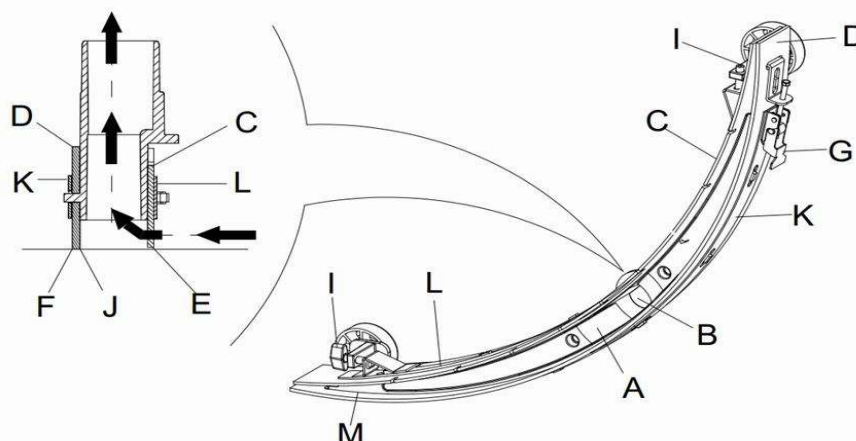

Figura 10
2. Premere l'interruttore (38) in posizione "O" per spegnere l'apparecchio.
3. Svitare il pomo di fissaggio (16) del tergipavimento; staccare il connettore che collega il tubo di drenaggio del tergipavimento, e staccare il tergipavimento.
4. Usare la manopola di sollevamento del tergipavimento (14) per sollevare il telaio di supporto del tergipavimento.
5. Pulire il tergipavimento (**Figura 10**). Pulire in particolare la scanalatura (**A, Figura 10**) e rimuovere sporcizia e frammenti dal tubo di aspirazione. Verificare che la lama frontale del tergipavimento (C) e la lama posteriore del tergipavimento (D) siano intatte, e se ci sono bordi incrinati o fessure. Cambiarli se necessario (fare riferimento ai passi nella sezione successiva).
1. Seguire le modalità riportate nella sezione precedente per pulire il tergipavimento (**Figura 10**).
2. Verificare il bordo (**E, Figura 10**) della lama frontale del tergipavimento e il bordo (F) della lama posteriore del tergipavimento (D). Lungo l'intera lunghezza, dovrebbero essere allo stesso livello. Altrimenti, regolarne le altezze attraverso la seguente procedura.
- Aprire il gancio (G) per far sì che la lama posteriore (D) si stacchi dal supporto (M) per la regolazione della posizione del tergipavimento. Quindi bloccare di nuovo il gancio.
- Allentare la manopola (I) per regolare la lama anteriore (C); stringerla dopo la regolazione.
3. Verificare se la lama frontale (C) e la lama posteriore del tergipavimento (D) sono intatte e se vi sono incrinature o fessure. Se necessario, cambiarle nel seguente modo. Verificare se il bordo